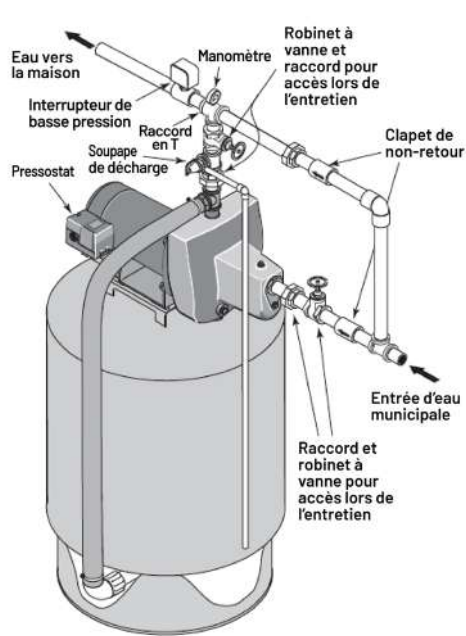

Figure 6 : Modèle SNCP42
- Installez le tuyau comme illustré (figures 6 et 7). Veillez à inclure des raccords et des robinets d'arrêt afin que l'unité de surpression puisse être retirée lors de l'entretien sans interrompre l'alimentation en eau de la maison.